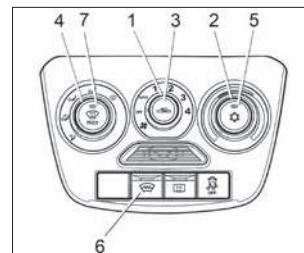

Рис. 39. Блок управления климатической системой (в вариантом исполнении)
В вариантом исполнении (см. рис. 39) климатическая установка имеет дополнительный режим кондиционирования, обеспечивающий охлаждение воздуха, подаваемого в салон автомобиля. При этом логика и алгоритмы управления, описанные выше для системы вентиляции и отопления, верны и для климатической установки с кондиционером.
2. Включите вентилятор, установив **рукоятку 1** (см. рис. 39) в одно из положений «1», «2», «3» или «4».
Для установки желаемой температуры воздуха в салоне поверните **рукоятку 2** (см. рис. 39) по часовой стрелке для повышения, против часовой стрелки для понижения. Температура будет поддерживаться автоматически в пределах производительности климатической установки и установленного допуска.
2. Поверните **рукоятку 2** (см. рис. 39 против часовой стрелке в левое положение до упора (синяя точка на блоке управления).
4. **Рукояткой 1** (см. рис. 39) включите максимальную скорость вентилятора климатической установки (положение «4»).
С помощью **рукоятки 2** (см. рис. 39) можно установить желаемую температуру воздуха в салоне. Климатическая система будет автоматически поддерживать установленную температуру воздуха в салоне в пределах производительности климатической установки и установленного допуска.
Для очистки ветрового и передних боковых стекол от запотевания, обмерзания или наружного обледенения в автоматическом режиме установите **рукоятку 1** управления вентилятором климатической системы в положение «**AUTO**», нажмите **кнопку 7** (см. рис. 39) с символом
Для включения/выключения ЭОВС нажмите **кнопку 6** (см. рис. 39), при включении загорается индикатор на кнопке выключателя. Контрольный световой индикатор, расположенный на кнопке выключателя, будет светиться желтым светом в течение всего времени работы системы электро-